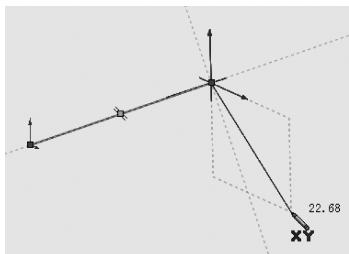

图 2-33 绘制 3D 直线
5) 拖动鼠标指针直至出现第 2 段直线，然后释放鼠标，如图 2-33 所示。